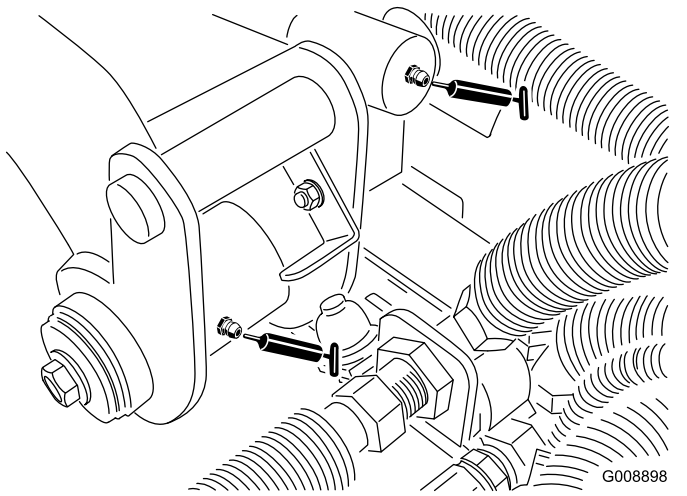

Figure 53
- Pivot de bras de levage arrière et vérin de levage (2) (Figure 53)